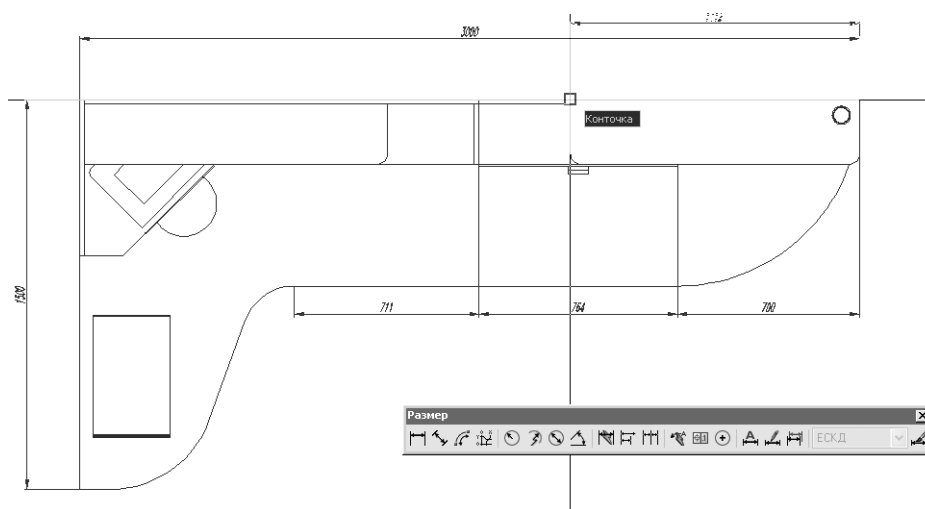

Рис. 11.16 ▼ Выбор точки для построения горизонтального размера от общей базы
15. AutoCAD создаст горизонтальный размер от выбранной вами выносной линии и предложит задать начальную точку второй выносной линии. Выберите точку, которая находится в левом верхнем углу консольной полки (рис. 11.16).